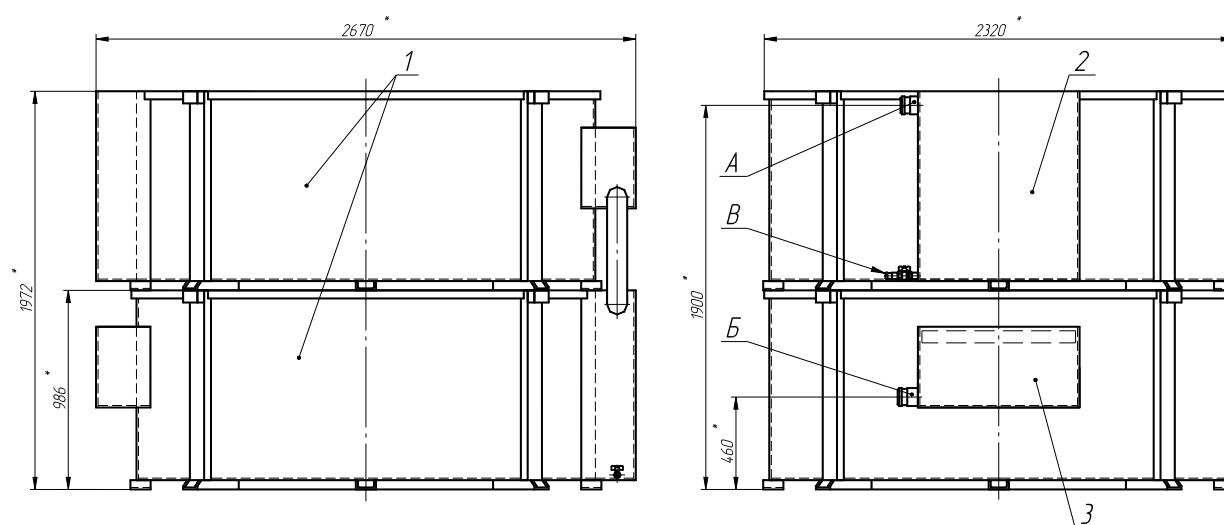

Рис. 1. Фильтр сорбционный двухступенчатый «ФСД-20».
Габаритные и привязочные размеры – см. рис. 1; диаметры патрубков – см. таблицу 3.
4. Устройство и принцип действия (рис. 1)